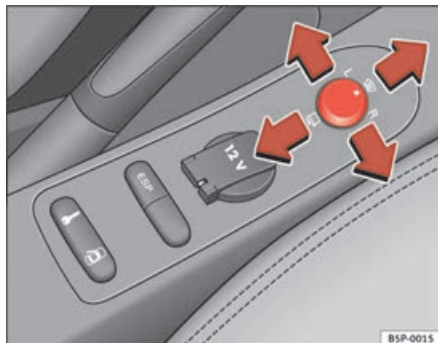

Fig. 91 Regolazione degli specchi retrovisori esterni
1. In primo luogo, ruotare la manopola ⇒ **fig. 91** portandola nella posizione **L (specchietto esterno sinistro)**.
- Per riscaldare gli specchietti retrovisori termici e per attivare la funzione parabrezza riscaldabile* nella zona di riposo delle spazzole, girare il comando in avanti sulla posizione centrale ⇒ **fig. 91** ⇒ pag. 125.
- Per far ripiegare su se stessi gli specchietti esterni si deve ruotare la manopola ⇒ **fig. 91** portandola nella posizione Si consiglia di richiudere sempre gli specchietti esterni quando si porta il veicolo all'autolavaggio, altrimenti potrebbero danneggiarsi.